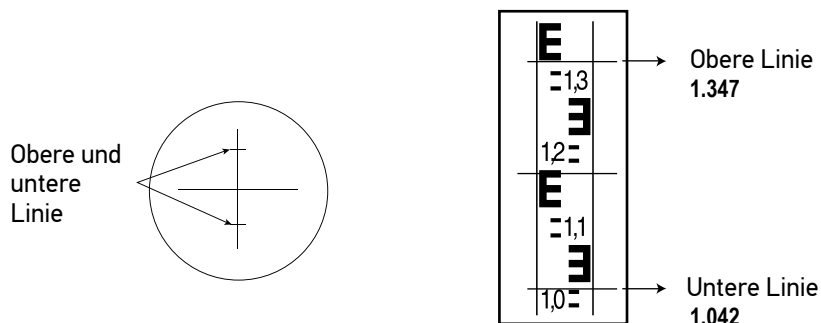

Abbildung 5
- Fokussieren Sie das Instrument auf die Nivellierlatte. Notieren Sie die Werte der oberen und unteren Linie des Messfadenkreuzes (Abb. 5).
Der Abstand zwischen dem Instrument und der Latte in Abbildung 5 beträgt 30,5 m.
- Enfoque el instrumento en la barra de nivelación. Anote los valores correspondientes a las líneas superior e inferior de la retícula (Fig. 5).